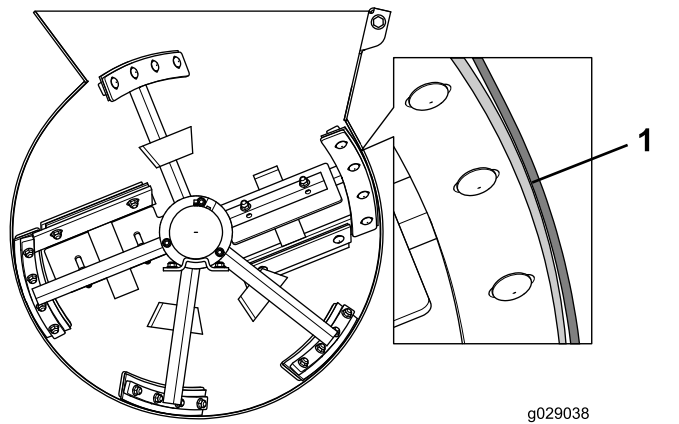

Figura 70
5. Ajuste la posición de la escobilla para que toque ligeramente el tambor sobre el largo de la escobilla (**Figura 70**).